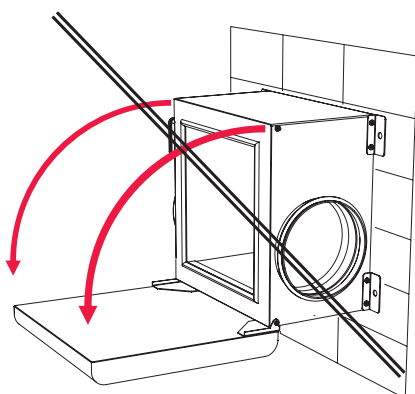

Figura 5.5.3 Montaggio scorretto del ventilatore
- Il ventilatore può essere installato a parete, pavimento o soffitto. A questo scopo vengono fornite quattro (4) viti di fissaggio.
- Il montaggio scorretto del ventilatore è illustrato nella Figura 5.5.3.